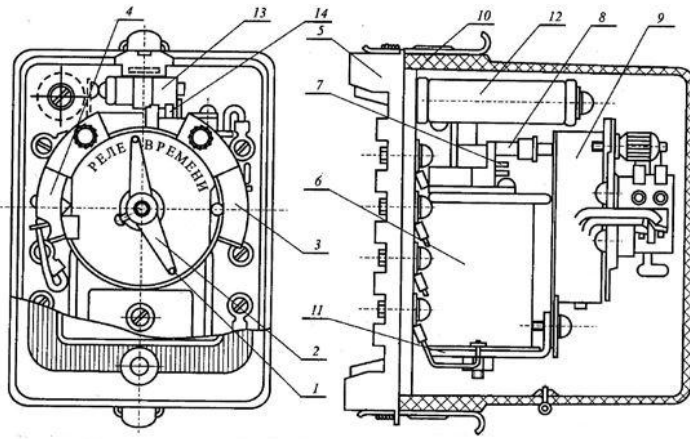

Рис. 1. Реле времени.
- 1. Назовите элемент 1, изображённый на рис. 1.**
**6. Назовите элемент 5, изображённый на рис. 1.**
**7. Назовите элемент 10, изображённый на рис. 1.**
**9. Назовите элемент 14, изображённый на рис. 1.**